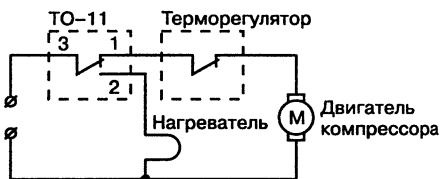
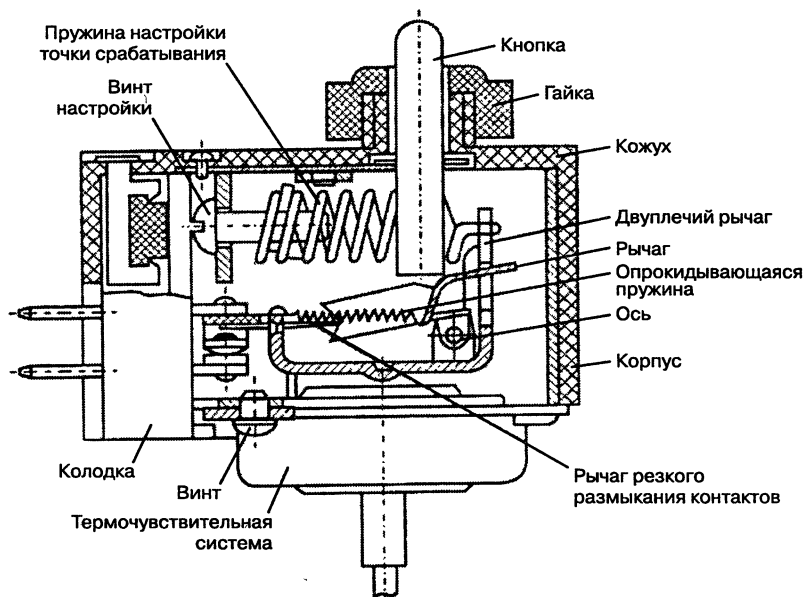

Рис. 9.5. Схема включения прибора ТО-11
Рис. 9.6. Прибор полуавтоматического управления оттаиванием ТО-11
- ♦ срабатывание прибора на включение режима оттаивания — контакты 1-3 (рис. 9.5) размыкаются, 2-3 замыкаются — принудительное (кнопкой) при температуре термочувствительной
Прибор работает следующим образом. При нажатии на кнопку (рис. 9.6) рычаг с помощью пружины приводит в действие рычаг резкого размыкания контактов и происходит:
- ♦ резкое размыкание контактов 1-3 (см. рис. 9.5);
По мере удаления снеговой «шубы» с поверхности испарителя, а, следовательно, и повышения температуры до 4—8 °С давление внутри термочувствительной системы (см. рис. 9.6) возрастает, рычаг поворачивается против часовой стрелки, преодолевая усилие пружины до тех пор, пока не произойдет резкого замыкания контактов 1-3 (см. рис. 9.5) и размыкания контактов 2-3.